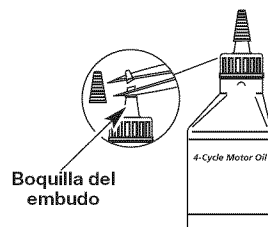

Fig. 5
Su unidad trae una botella de aceite SAE 30 SF, SG, SH de 90 ml (3,04 onzas fluidas) (Fig. 5).
1. Desenrosque la tapa de la botella de aceite y retire el sello de papel que cubre la apertura. Vuelva a colocar la tapa. Corte la punta de la boquilla del embudo (Fig. 5).